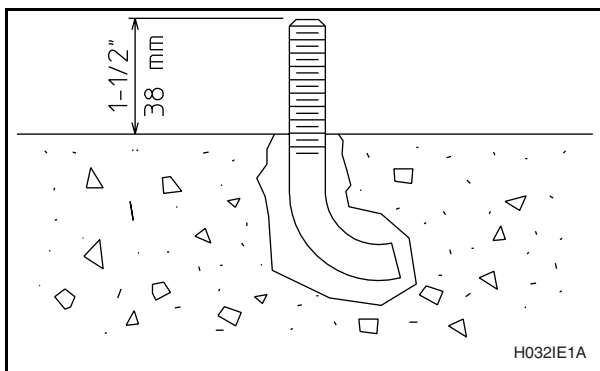

Figura 25
5. Utilice aire comprimido o una perilla sopladora para eliminar las partículas sueltas de cada agujero. Ancle el perno en J en su lugar utilizando un compuesto para anclaje aceptado en la industria. Verifique que los pernos en J estén en los lugares correctos y que cada perno sobresale 38 mm (1-1/2 pulgada) sobre el nivel del piso. Vea la Figura 25.